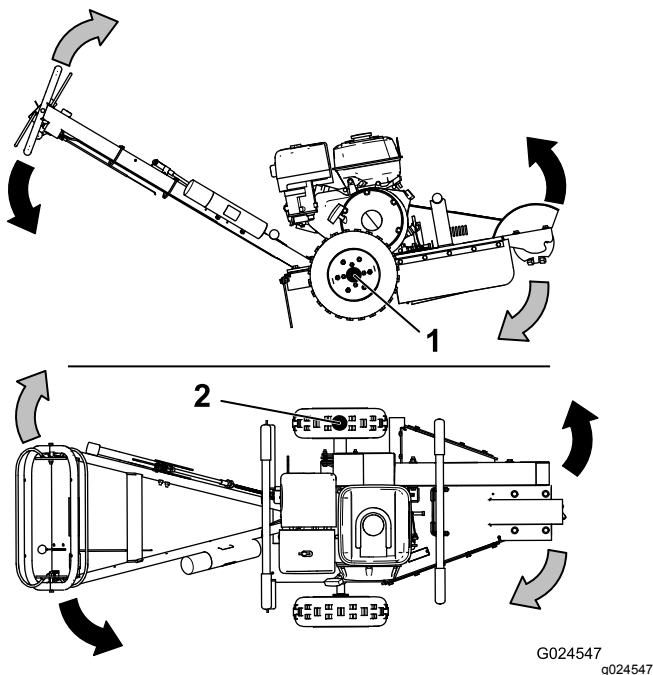

Bild 10
2. Drücken Sie den Holm so weit nach unten, bis das Schneidrad Bodenfreiheit hat (Bild 10).
5. Schwenken Sie das Schneidrad zu einer Seite (**Bild 10**), senken Sie es dann 1 cm bis 2,5 cm in die obere Vorderkante des Baumstumpfs ab.